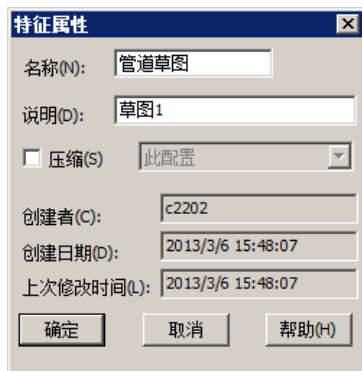

图 11.4.3 “特征属性”对话框
Step2. 定义特征属性。右击设计树中的 **草图1**，在系统弹出的快捷菜单中选择 **特征属性...** 命令，此时系统弹出图 11.4.3 所示的“特征属性”对话框；在 **名称(N):** 的文本框中将名称“草图 1”更改为“管道草图”，单击 **确定** 按钮。